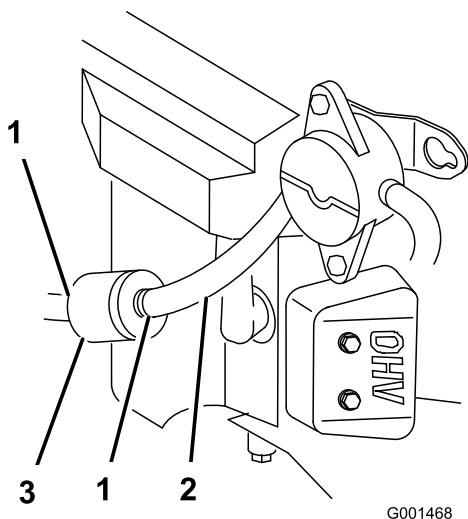

Figure 51
3. Nettoyez la surface autour du bouchon du réservoir de carburant pour éviter que des débris ne tombent à l'intérieur du réservoir (Figure 51).
4. Pincez les extrémités des colliers et faites glisser ceux-ci pour les éloigner du filtre (Figure 51).